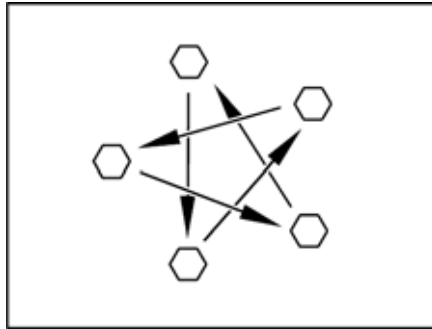

Bild 385 Dra åt hjulmuttrarna eller hjulbultarna korsvis
- Kontrollera regelbundet att hjulmuttrarna eller hjulbultarna är ordentligt åtdragna. Om du har bytt däck ska hjulmuttrarna eller hjulbultarna dras åt korsvis efter 5 mils körning (Bild 385).
- ▷ Dra åt hjulmuttrarna eller hjulbultarna korsvis (Bild 385).